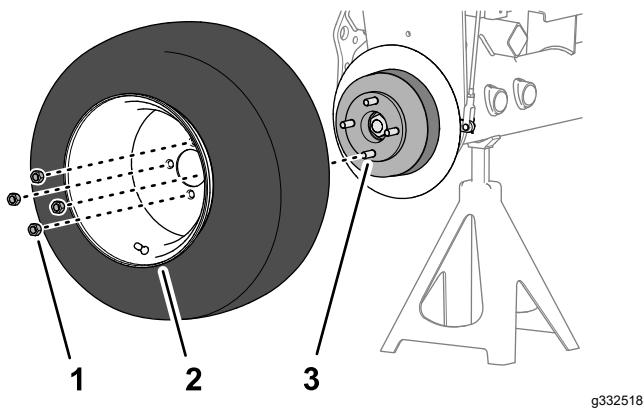

Figura 86
- Montate la ruota sul mozzo con i 4 dadi a staffa (Figura 86) e serrate i dadi a staffa manualmente.